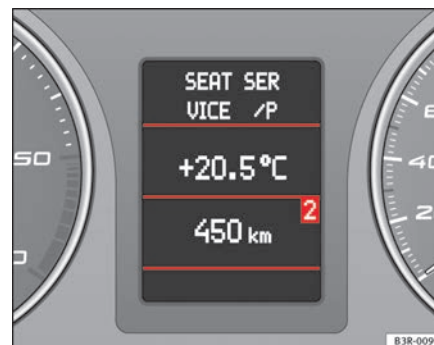

Fig. 65 Sistema di informazione per il conducente
- Premendo più volte il tasto **(MODE) B**, è possibile visualizzare in successione le diverse funzioni sul display del sistema di informazione del conducente ⇒ fig. 65.